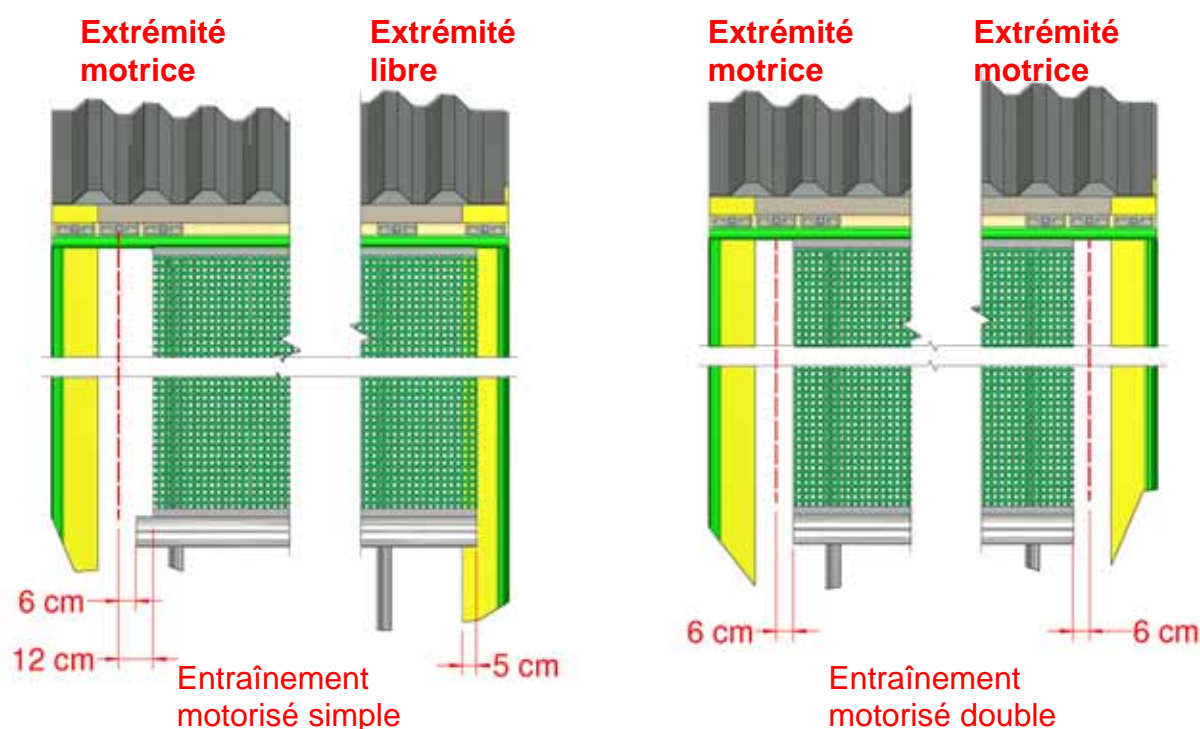
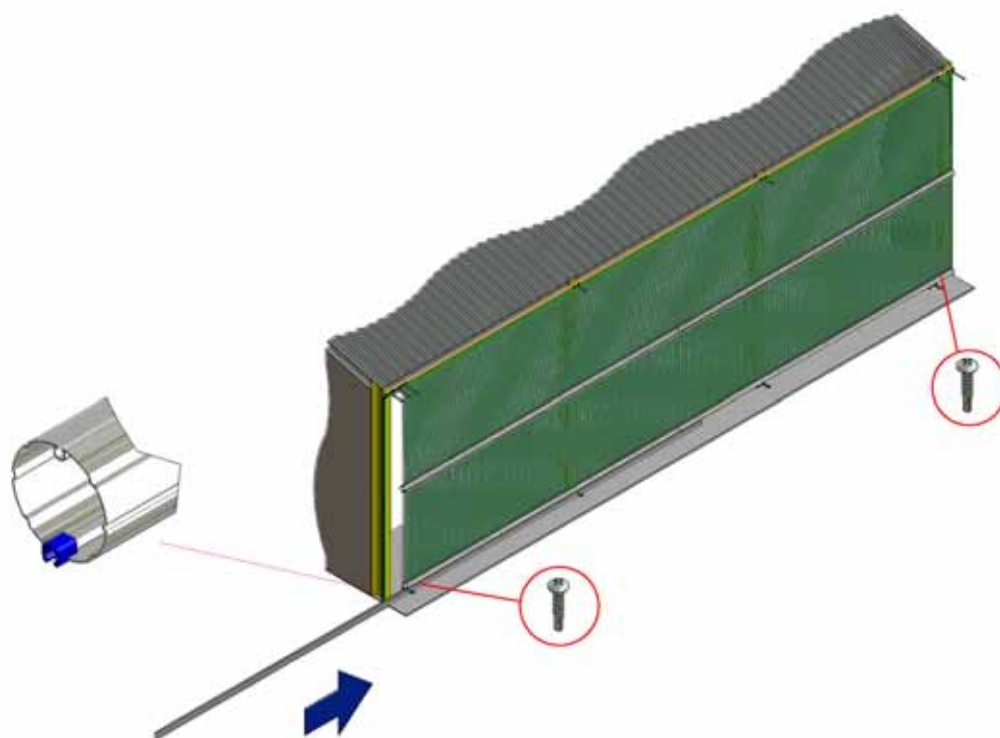

Figure 11b : longueurs des tubes
Figure 14 : pose du volet du bas.
3.5 Poser le tube en observant les cotes visées à la Figure 11b. Découper l'avant-dernier tube pour faire en sorte que le dernier tube soit de pleine longueur et pour obtenir les cotes sous-visées. Pour une extrémité motrice, le tube doit être à 6 cm du milieu du support de surface de milieu ; pour une extrémité libre, l'extrémité du tube doit dépasser l'ouverture de 5 cm. Au niveau de la ou des extrémités motrices, percer un trou de vidange de part et d'autre de la cannelure inférieure, à 10 cm à partir de l'extrémité de la cannelure.
- 3.9 Couper le rideau à la longueur nécessaire pour obtenir les cotes visées à la Figure 11b. Découper le volet du bas (S1) à la même longueur que le rideau et le glisser dans la cannelure inférieure du tube en s'aidant d'un insert de guidage de cannelure pour éviter d'abimer le tissu. Fixer en place au moyen d'une vis autoperceuse à chaque extrémité, Figure 14.